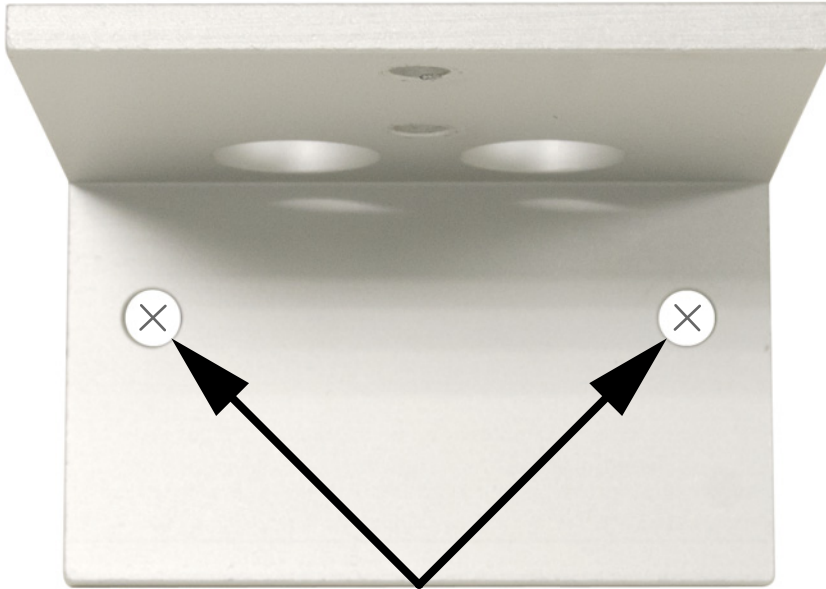

图 3. 以墙上安装固定支架上的螺孔为基准，在墙上标记钻孔位置
- 2 将墙上安装固定支架靠在墙上计划安装的位置，并用铅笔标记螺孔的钻孔位置（图 3）。